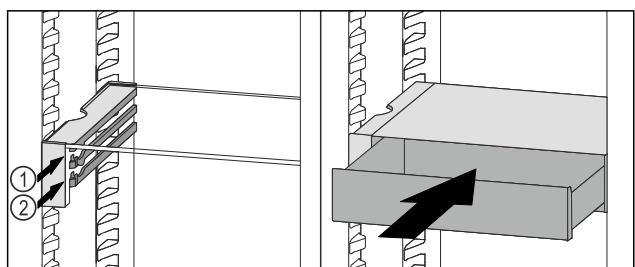

Fig. 109
- ▶ Sæt VarioSafe-skuffen ind bag stoppene på den ønskede ribbe Fig. 109 (1) eller Fig. 109 (2).